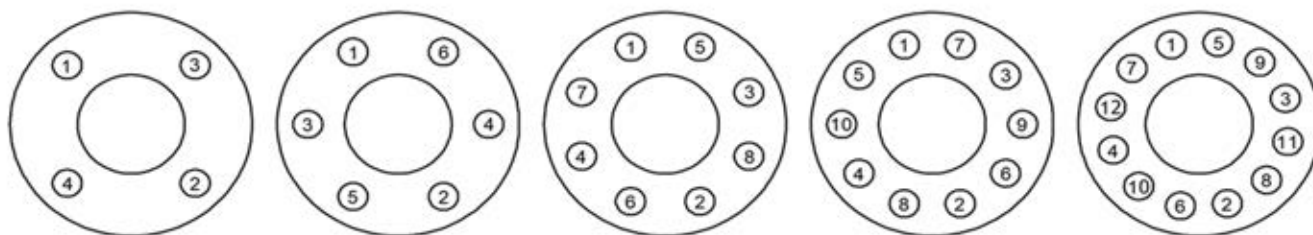

Fig. 2 Séquence de serrage
- ◆ Desserrer l'écrou (1) et dévisser complètement les boulons (3).
- ◆ Sévisser complètement les boulons (4) en maintenant la tige verrouillée (2)
- ◆ Séparer le bonnet (5) du corps de la vanne (6).
- ◆ Enlever la tige (2) complète de l'obturateur supérieur (9) du bonnet (5).
- ◆ Dévisser les sièges (7) et (8) en utilisant les clés appropriées
- ◆ Retirer l'obturateur inférieur (10)
- ◆ Le cas échéant, remplacer les sièges (7) et (8)
- ◆ Insérez le nouvel obturateur dans le bonnet (5) et lubrifier la tige avec de l'huile au silicone.
- ◆ Toujours remplacer le joint du corps (11) en nettoyant soigneusement les surfaces d'appui.
- ◆ Serrer les écrous (3) d'une manière progressive et en séquence croisée, comme indiqué dans l'exemple de la Fig.2 paragraphe 2.01 en appliquant les couples indiqués au chapitre 5
- ◆ Enlever la tige (2) complète des obturateurs (9) et (10) du bonnet (5).
- ◆ Dévisser et remplacer les sièges (7) et (8) en utilisant les clés appropriées
- ◆ Insérez le nouvel groupe obturateurs dans le bonnet (5) et lubrifier la tige avec de l'huile au silicone.
- ⚠ **ATTENTION!!! La rotation des tiges (2) et (14) entraînerait la rupture du soufflet (12)**
- ♦ Séparer le bonnet (5) du corps de vanne (6).
- ♦ Séparer l'obturateur (9) de la tige (13) en retirant la goupille situé sur la tige (14) en la dévissant
- ♦ Dévisser les sièges (7) et (8) en utilisant les clés appropriées
- ♦ Retirer l'obturateur inférieur (10)
- ♦ Le cas échéant, remplacer les sièges (7) et (8)
- ♦ Si nécessaire, remplacer le soufflet (12) et le joint (15) en dévissant le corps (16)
- ⚠ **Attention !!! Le corps (16), la tige (2) et le soufflet (12) constituent un seul composant indivisible**
- ♦ Toujours remplacer les joints du corps (11) en nettoyant soigneusement les surfaces d'appui.
- ♦ Serrer les écrous (3) d'une manière progressive et en séquence croisée, comme indiqué dans l'exemple de la Fig.2 paragraphe 2.01 en appliquant les couples indiqués au chapitre 5
- ◆ Dévisser complètement les boulons (4) en maintenant les tiges (2) et (9) verrouillées (9)
- ⚠ **ATTENTION!!! La rotation des tiges (2) et (9) entraînerait la rupture du soufflet (12)**
- ◆ Séparer le bonnet (5) du corps de vanne (6).
- ◆ Dévisser le siège (7) en utilisant les clés appropriées
- ◆ Enlever les obturateurs (9) et (10)
- ◆ Si nécessaire, remplacer les sièges (7) et (8)
- ◆ Si nécessaire, remplacer le soufflet (12) et le joint (15) en dévissant le corps (16)